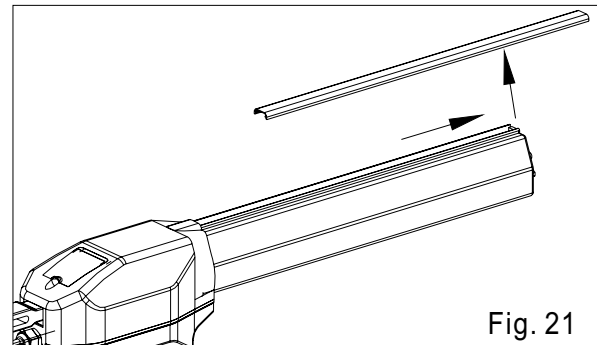

Fig. 21
- 2) Quitar la tapa de lo fin de curso (Fig. 21).